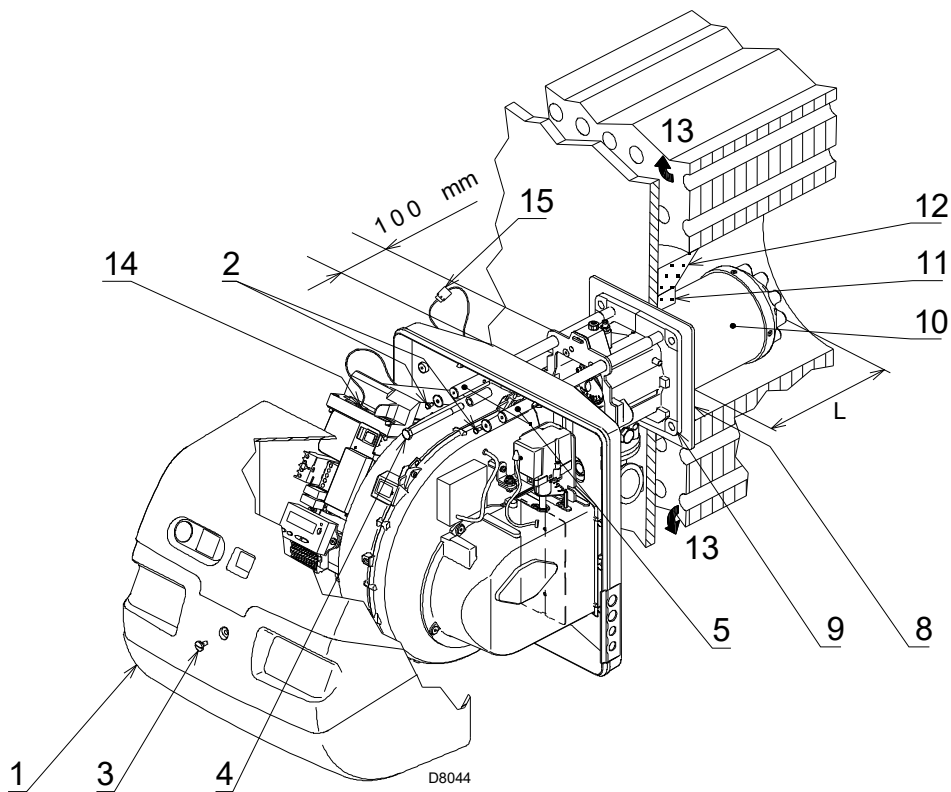

Fig. 17
Para calderas con paso de humos delantero 13)(Fig. 17), realizar una protección de material refractario 11), entre el material refractario de la caldera 12) y el tubo llama 10). Esta protección debe permitir el desplazamiento del tubo de llama.
Separar el cabezal de combustión del resto del quemador, como en la Fig. 17; proceder de la siguiente manera:
- volver a montar el quemador en las guías 3) aproximadamente a 100 mm del manguito 4) - quemador en la posición ilustrada en la Fig. 17;
- conectar el conector macho del servomotor 14)(Fig. 17 a pág. 23) y enroscar el anillo pasacable 15);